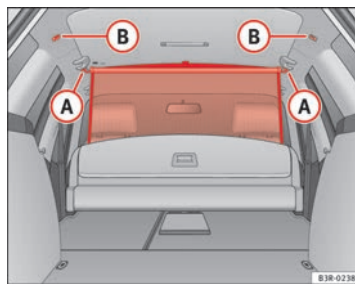

Abb. 121 Aufnahmeösen für das Trennnetz
- Hängen Sie die Querstange in die Aufnahmeösen (B) ⇒ Abb. 121 ein.
- Hängen Sie die Querstange in die Aufnahmeösen **A** ⇒ Abb. 121 ein.